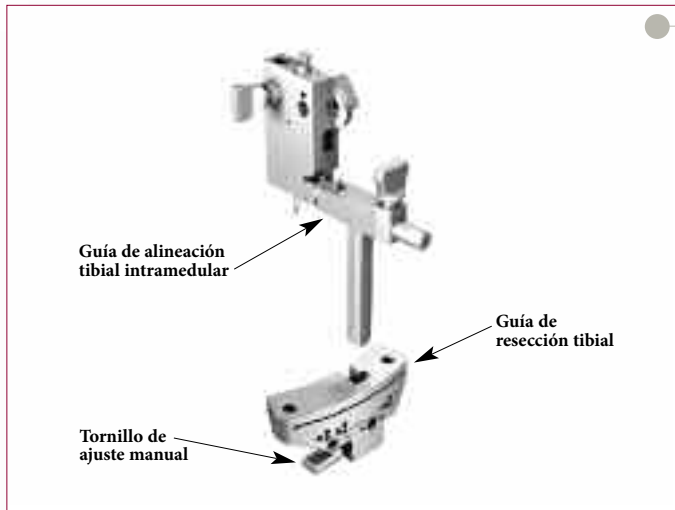

Figura 51
- ▶ Monte la guía de resección tibial adecuada en la guía de alineación tibial intramedular al deslizar la guía de resección tibial sobre el riel de la guía de alineación y al apretar el tornillo de ajuste manual en la guía de resección (Figura 51).